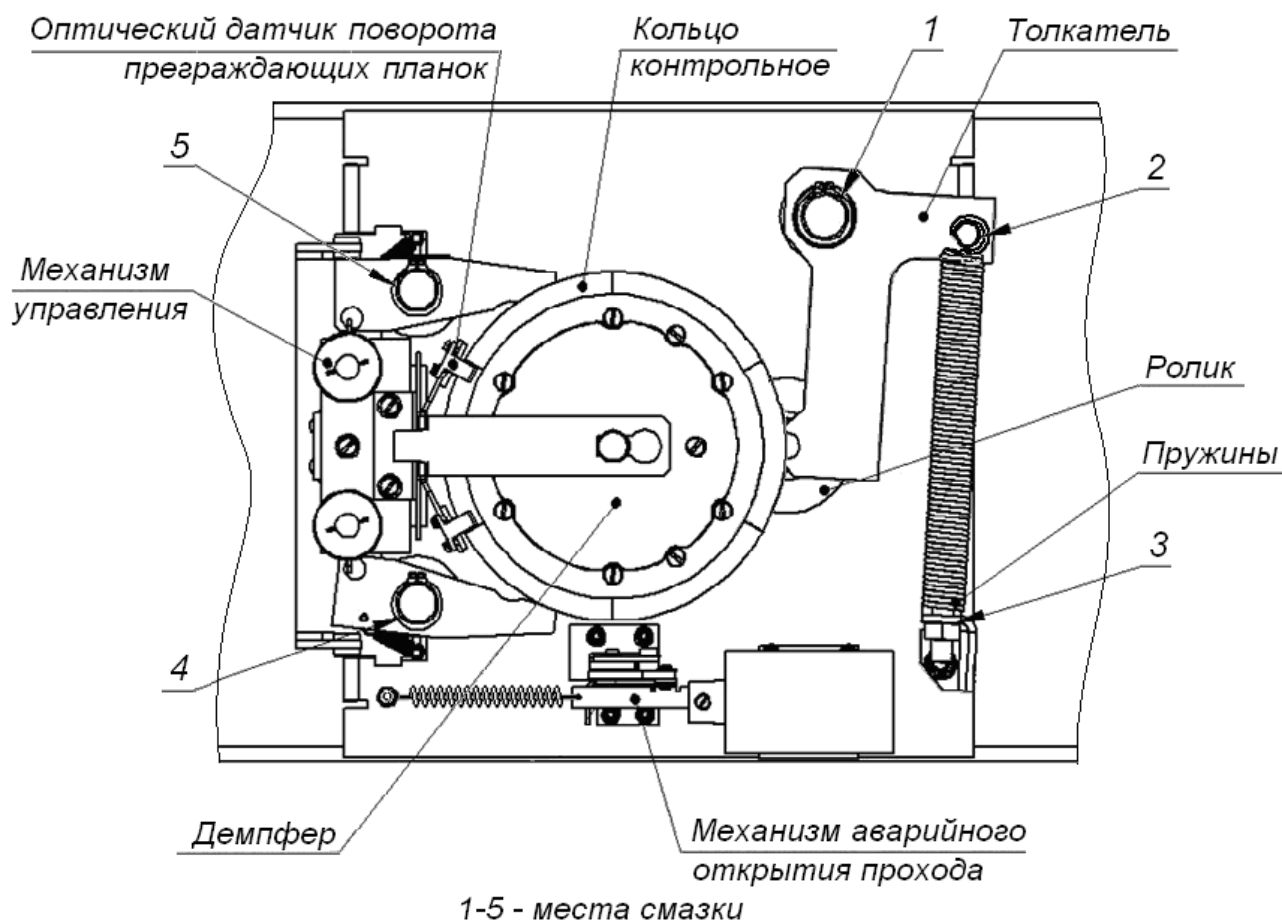

Рисунок 14. Расположение внутренних деталей и узлов механизма турникета
2. Снимите крышку (3) в порядке, указанном в разд. 6.
4. Осмотрите устройство доворота (толкатель, пружины и ролик), оптические датчики поворота преграждающих планок и демпфирующее устройство (см. рис. 14).
6. Выполните смазку узлов трения механизма турникета смазкой ШРУС-4. Не допускайте попадания смазки на поверхность кольца диска контрольного и на ролик. Смазку производите в следующих точках (см. рис. 14):
8. Проверьте крепление преграждающих планок (5) в шарнирных узлах турникета и, при необходимости, подтяните крепежные винты.
10. Установите на место крышку (3) (см. разд. 6) и зафиксируйте ее винтом.